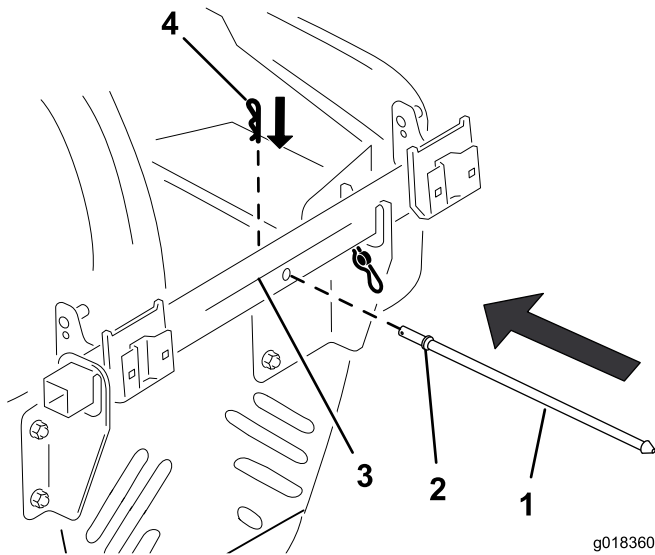

Figura 12
1. Alinhe a barra do capot de forma que a flange do batente fique voltada para a estrutura de suporte da tremonha (Figura 12).
2. Insira a barra através do orifício na estrutura de suporte da tremonha até a flange do batente estar contra o lado posterior da estrutura (Figura 12).
3. Fixe a barra do capot à estrutura de suporte inserindo o gancho através do orifício na barra do capot (Figura 12).